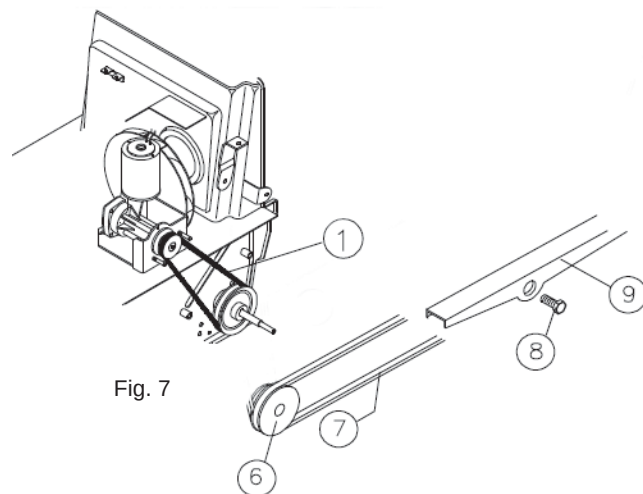

Fig. 7
- Scoateți centura poz. 7 Fig. 7 pe roata poz. 6 Fig. 7.
- Deșurbați știftul de fixare poz. 8 Fig. 7 și eliberați cârligele de pe brațul lateral poz. 9 Fig. 7 din inelul dințat în gol.
- Scoateți centura poz. 7 din brațul lateral poz. 9 Fig. 7.
- Reașați brațul lateral poz. 9 Fig. 7 la inelul dințat în gol.
- Strângeți din nou știftul poz. 8 Fig. 7.
- Repoziționați centura poz. 7 Fig. 7 pe roata poz. 6 Fig. 7.
- Scoateți centura poz. 1 Fig. 7.